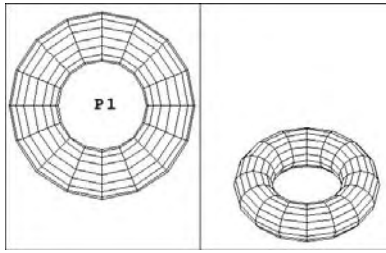

Fig.6.13
- TORE (TORUS) : permet de dessiner un tore (fig.6.13).